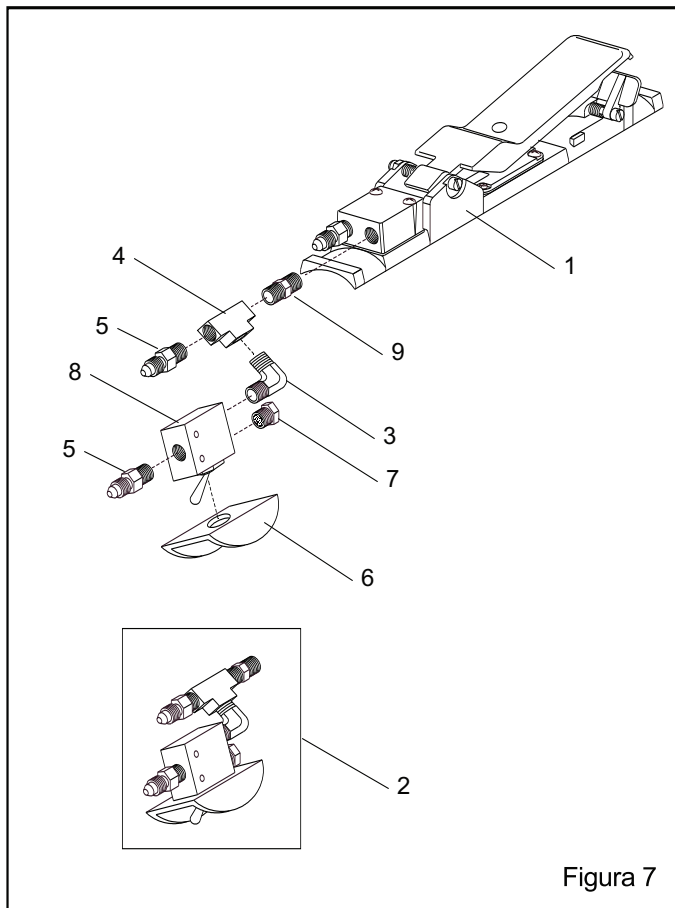

Figura 7
6.2 Mando neumático RLX con ACS, Figura 7